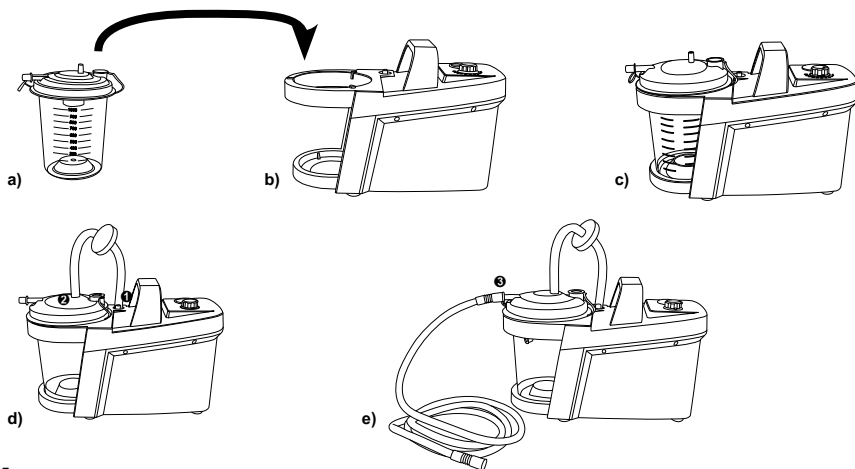

Fig. 5
- Premerlo delicatamente sul recipiente con entrambe le mani fino alla posizione di arresto (Fig. 5 / a-c).
- Collegare il tubo di aspirazione al beccuccio di attacco laterale presente sul coperchio del recipiente dei secreti (●) eseguendo un lieve movimento rotatorio (Fig. 5 / e).
- Il filtro viene collegato con l'ausilio dei due tubi di collegamento corti tra l'attacco sull'aspiratore (●) e l'attacco sul coperchio del recipiente dei secreti (●) (Fig. 5 / d).